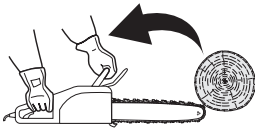

Fig. 23
El retroceso puede ocurrir cuando la punta de la espada toca un objeto o cuando la madera bloquea la cadena en el corte. En algunos casos, el contacto con la punta de la espada (4) puede provocar una reacción inversa muy rápida que hace rebotar la espada hacia arriba, en dirección al operario (Figs. 23 - 25).